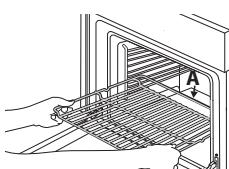

Fig.1
1. Sett risten vannrett inn, slik at den opphøyde delen "A" peker opp Fig. 1).